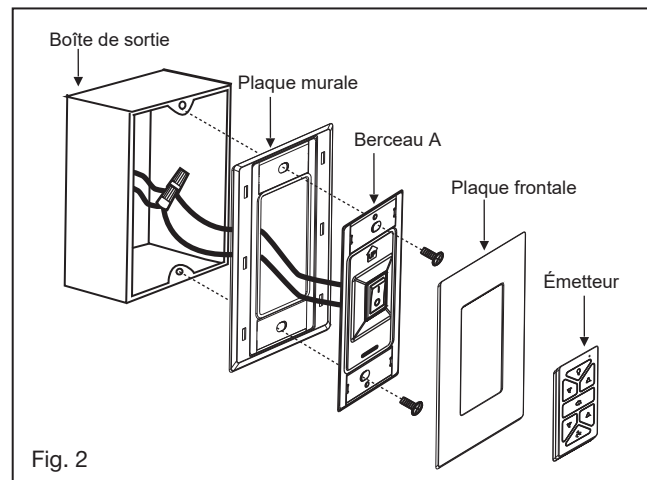

Fig. 2
- 2 Installez le berceau A dans la plaque murale. (Fig. 2)